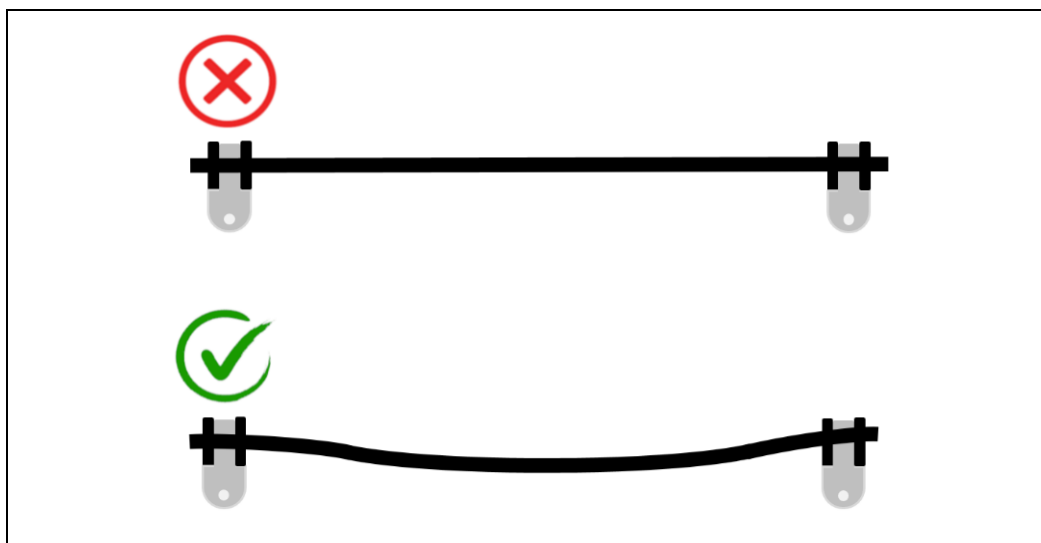

Abb.: 1 : Verlegung, Hybridkabel
- ▶ Bei (integrierten) Schlauchleitungen können unter maximalem Betriebsdruck in Bezug auf die Nennlänge, Längenänderungen von -4% bis +2% auftreten. Daher soll die Montage mit einem geringen Durchhang erfolgen. (siehe Kap. 3.1.1, Abb.1)